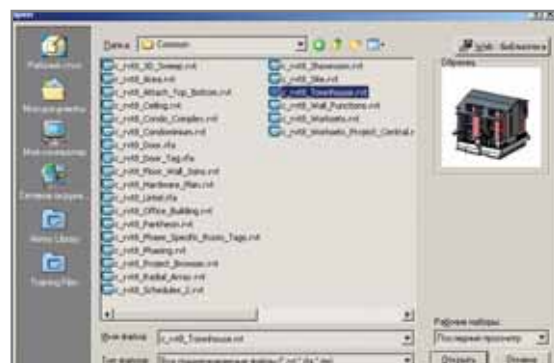

Рис. 1. Откройте файл-пример, который поставляется вместе с программой
4. Откройте файл *Townhouse* (см. рис. 1 — *c_rvt8_Townhouse.rvt*). Когда проект откроется, браузер проекта (*Project Browser*) отобразит все поэтажные планы, разрезы, фасады и 3D-виды.